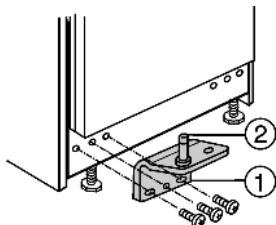

Fig. 9
- ▶ Вставьте шарнирный палец *Fig. 9 (2)* в кронштейн *Fig. 9 (1)* с подкладной шайбой в опору двери.
- ▶ Закрутите кронштейн *Fig. 9 (1)* (с усилием 4 Нм).